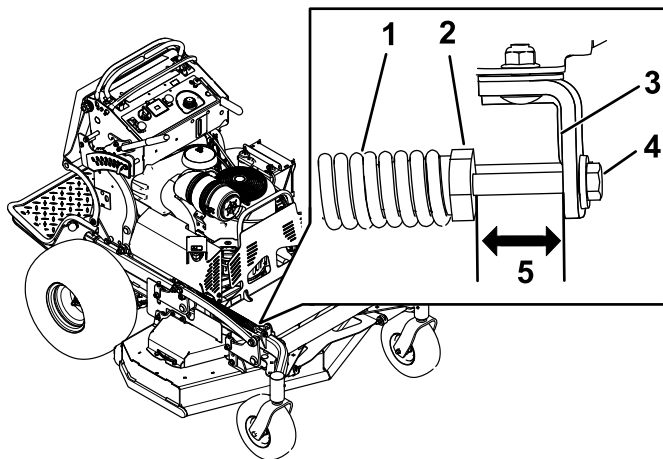

Bild 99
2. Prüfen Sie den Abstand zwischen der Federmutter und der Rückseite der geschweißten Befestigungshalterung (Bild 99).
3. Die Länge muss 51 mm für 122-cm- und 132-cm-Mähwerke und 38 mm für 152-cm-Mähwerke sein, wie in Bild 99 abgebildet.
4. Stellen Sie ggf. den Abstand ein, indem Sie die Schraube an der Vorderseite der Befestigungshalterung einstellen (Bild 99).